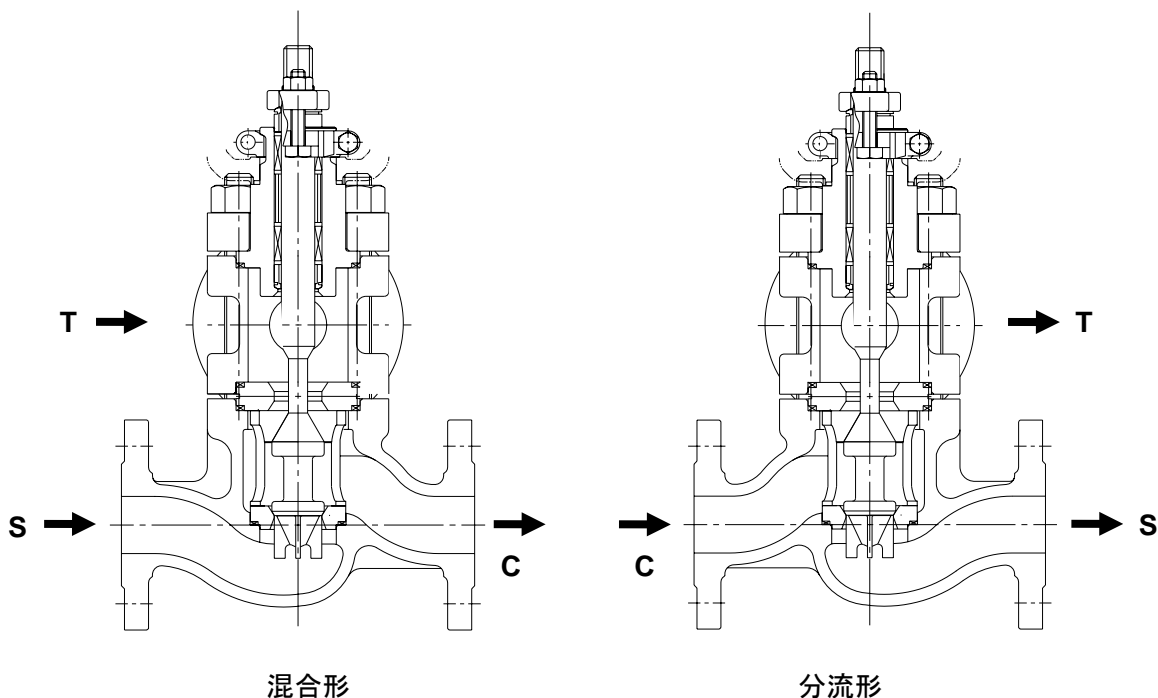

図3 三方調節弁流れ方向
- (3) メンテナンス上必要とされる上部スペースを納入品図に従って確保してください。
- (4) 三方調節弁は、図3に示すように混合形と分流形があります。流れ方法は本体部に矢印で示しています。調節弁を配管する前に流体の流れ方向を確認して据付けてください。